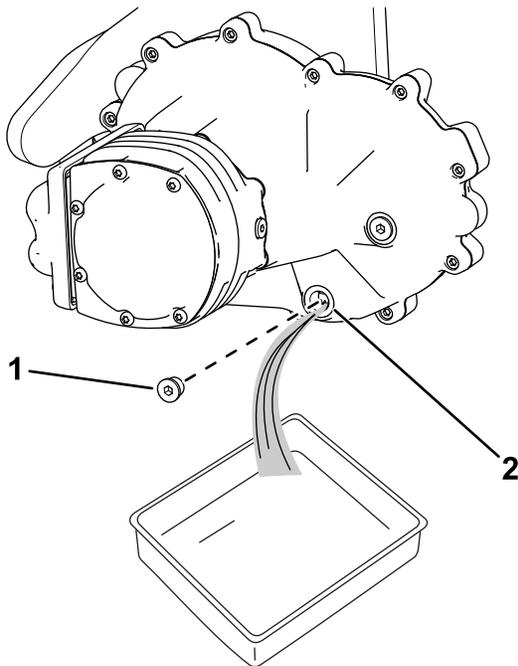

Bild 11
1. Stellen Sie eine Auffangwanne unter die Radmotorbaugruppe (Bild 11).
2. Entfernen Sie den Stopfen aus der Ablauföffnung (Bild 11)
5. Stecken Sie den Stopfen in den Ablassanschluss (Bild 11).